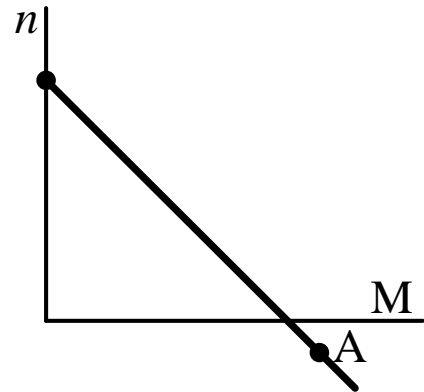

Рисунок 2
6. Машина постійного струму незалежного збудження, що працює в точці А механічній характеристиці (рис.2):